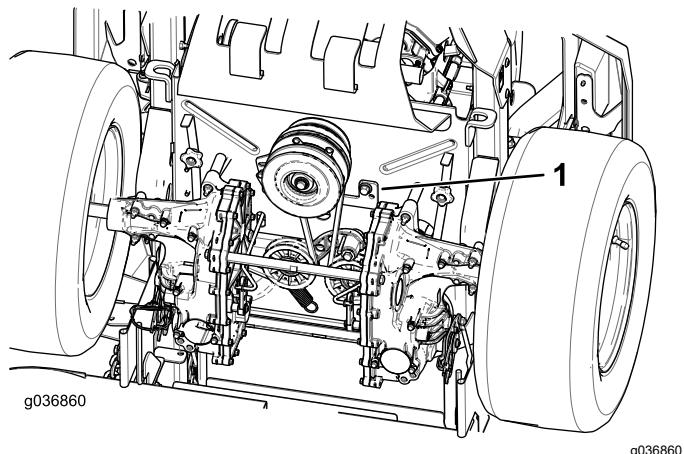

Figura 56
5. Retire el tope del embrague (Figura 56).
9. Instale el tope del embrague (Figura 56).